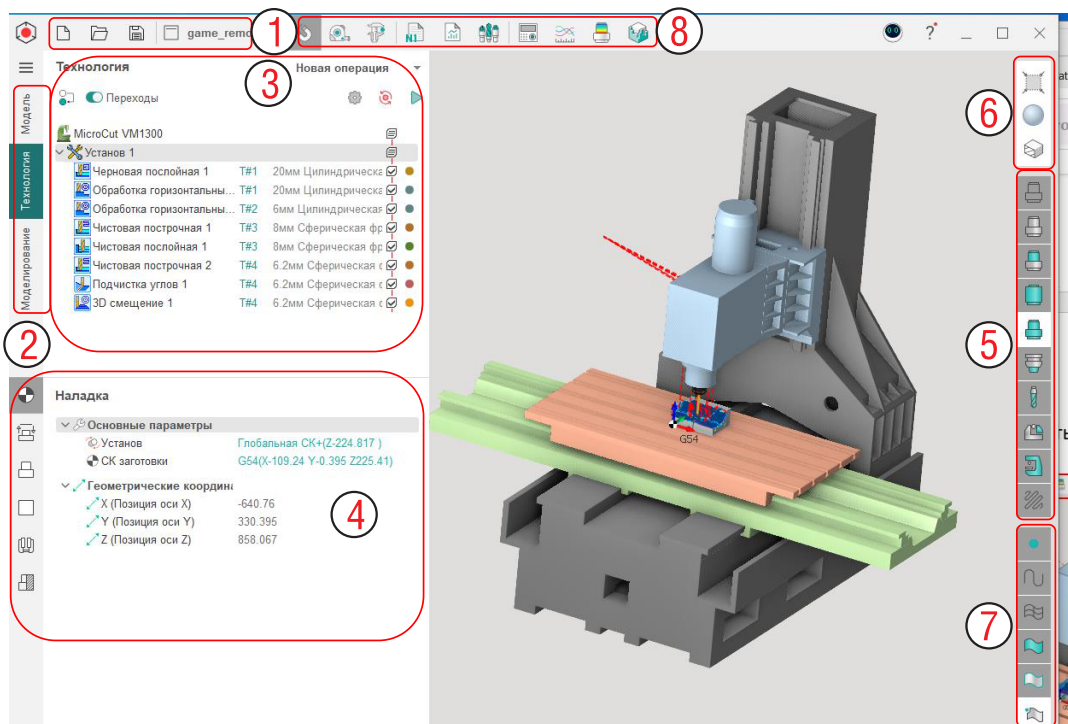
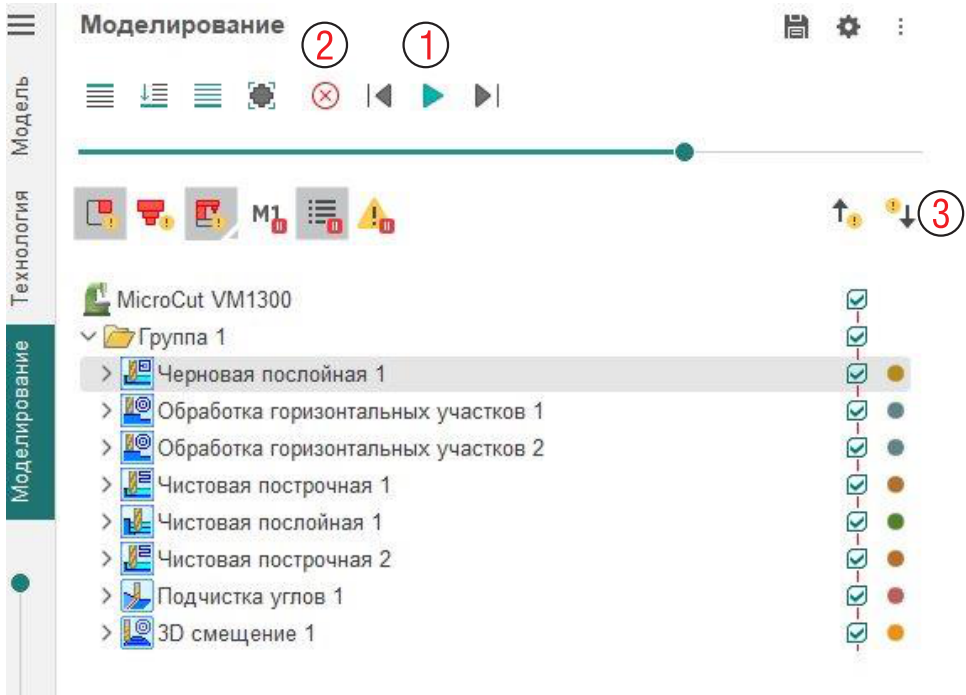

Рис. 1-1. Интерфейс СПРУТКАМ.
Рис. 1-3. Моделирование обработки.
Окно СПРУТКАМ после открытия проекта будет выглядеть как на рис. 1.1.
Перейдите в режим моделирования (через панель 2 рис. 1-1). Вкладка моделирования должна выглядеть так (рис. 1-3). В графическом окне должна быть показана заготовка (если это не так, то надо проверить видимость результата обработки в панели справа). Для управления на данном этапе нам нужны кнопки Пуск (1), сброс (2), регулировка скорости моделирования обработки (3). Станок для начала выключен (чтобы крупнее видеть заготовку).